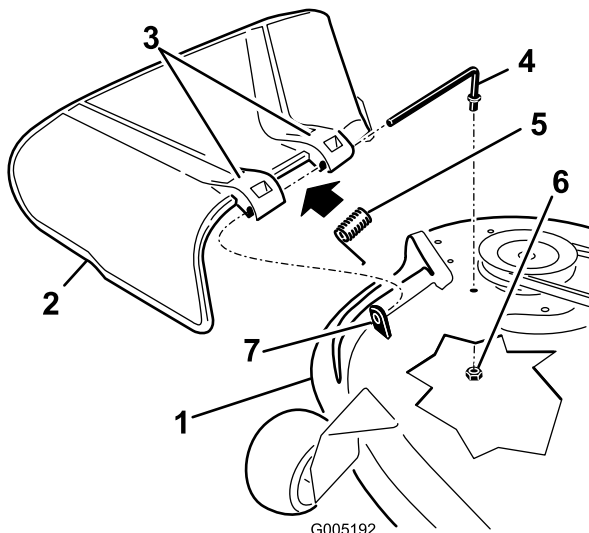

Figura 67
- Localice los elementos mostrados en la Figura 67.
- Retire la tuerca (3/8 pulg.) de la varilla (debajo del cortacésped) (Figura 67).
- Retire la varilla del espaciador corto, del muelle y del deflector de hierba (Figura 67). Retire el deflector de hierba dañado o desgastado.
- Vuelva a colocar el deflector de hierba (Figura 67).
- Coloque el muelle sobre la varilla, con los extremos de los alambres hacia abajo, y entre los soportes del deflector de hierba. Deslice la varilla por el segundo soporte del deflector de hierba (Figura 67).
- Introduzca la varilla, en la parte delantera del deflector de hierba, por el espaciador corto de la carcasa. Fije el extremo trasero de la varilla en el cortacésped con una tuerca (3/8 pulg.) (Figura 67).